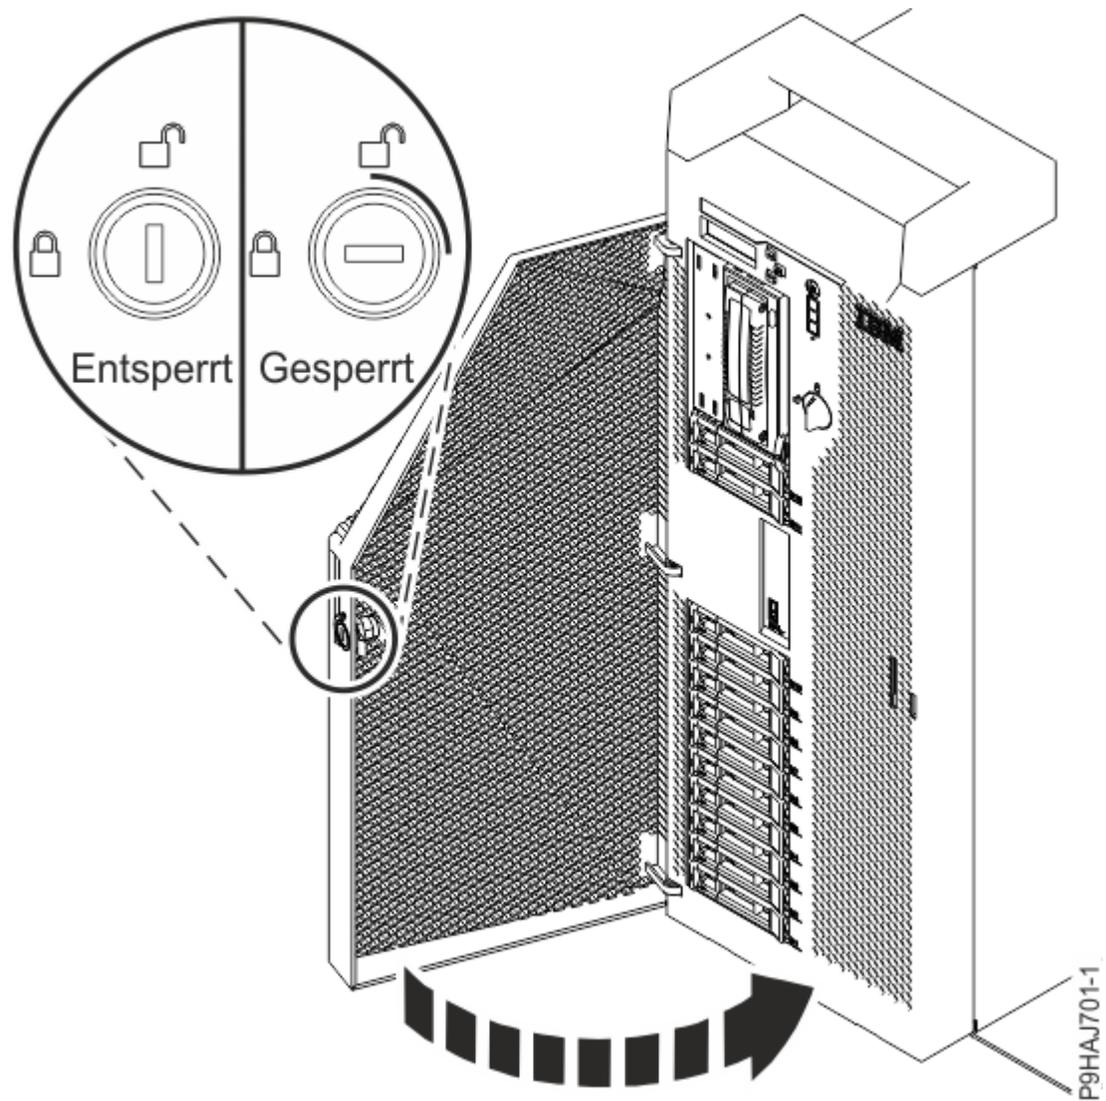

Abbildung 92. Vordere Klappe verriegeln
- e) Schließen Sie die vordere Klappe. Stecken Sie den Schlüssel der vorderen Klappe in das Schloss (siehe Abbildung 92 auf Seite 97). Drehen Sie den Schlüssel nach rechts (im Uhrzeigersinn), um die Klappe zu verriegeln. Horizontal bedeutet, dass die Klappe gesperrt ist; vertikal, dass sie entsperrt ist.